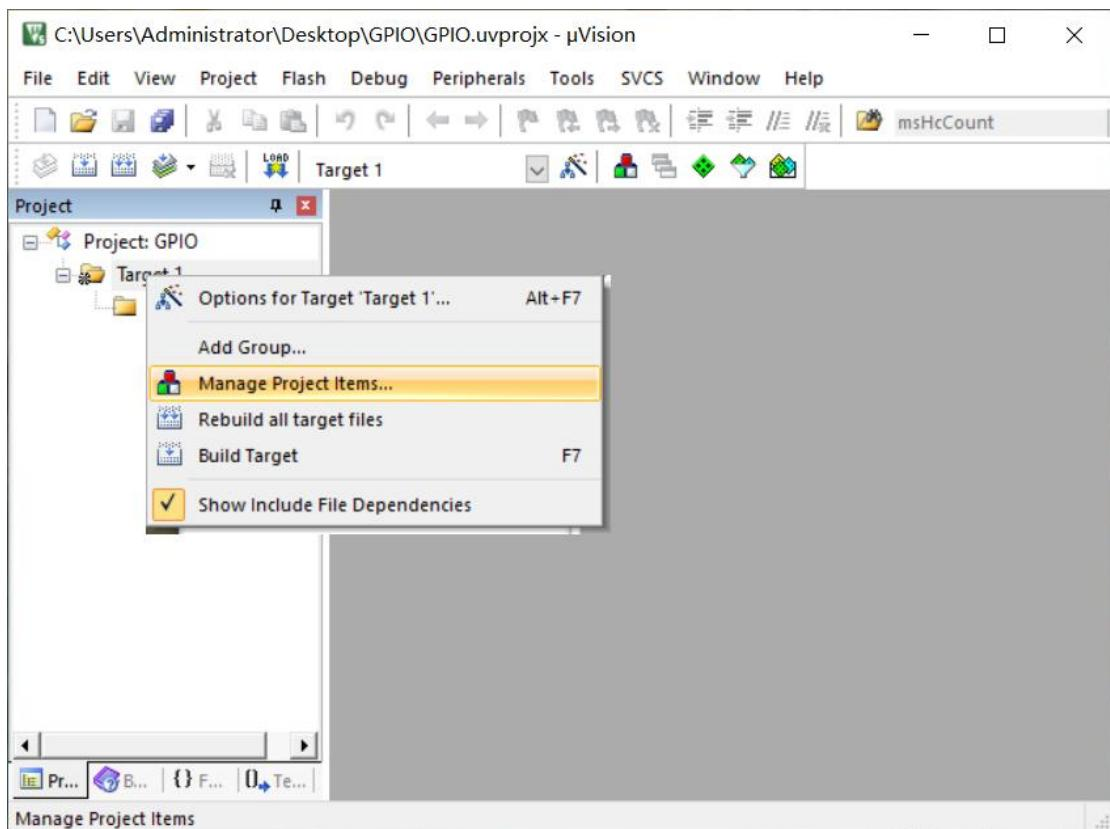

图 2.5.4
(6) 新建 main.c 与 main.h 文件并保存。
(7) 右键工程目录添加.c 文件如图 2.5.4: